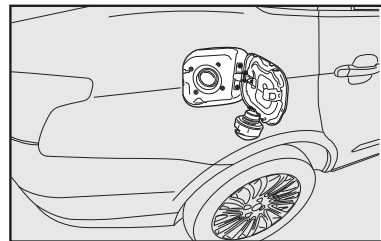

fig. 100
- após a retirada da tampa, encaixe-a no suporte existente na portinhola **fig. 100**.